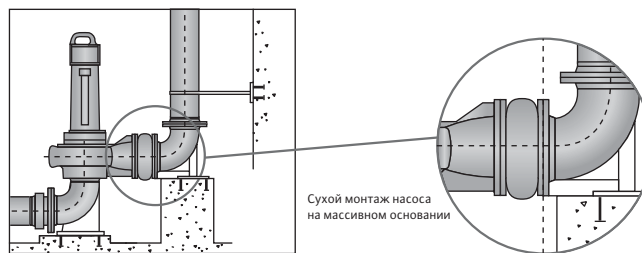

Рис. 5
5. Совершенно не допустим монтаж насоса на конструкции, в которой могут возникать или которая может передавать колебания. При движении жидкости в трубопроводе или его элементах возникают силы, которые приводят к собственным колебаниям трубопровода. При подключении трубопровода к насосу происходит их взаимное влияние, поэтому подключение насоса к трубопроводу должно производиться через компенсаторы. В качестве компенсаторов используются демпфирующие элементы, например, резиновые вставки (рис. 5).